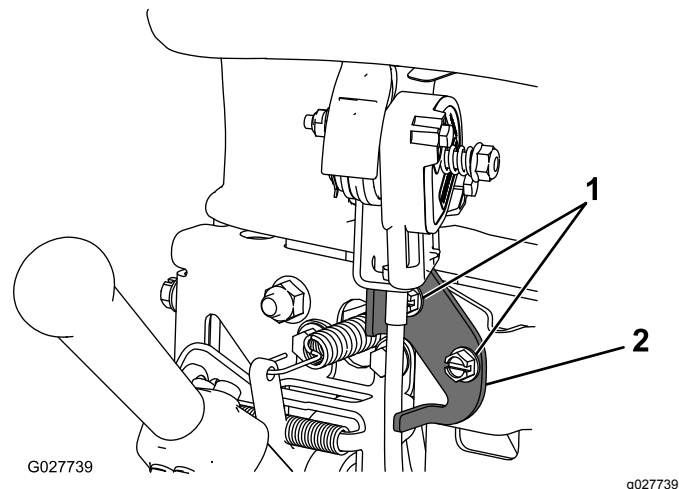

Bild 28
2. Lösen Sie die zwei Schrauben, mit denen die Gasbedienung befestigt ist (Bild 28).